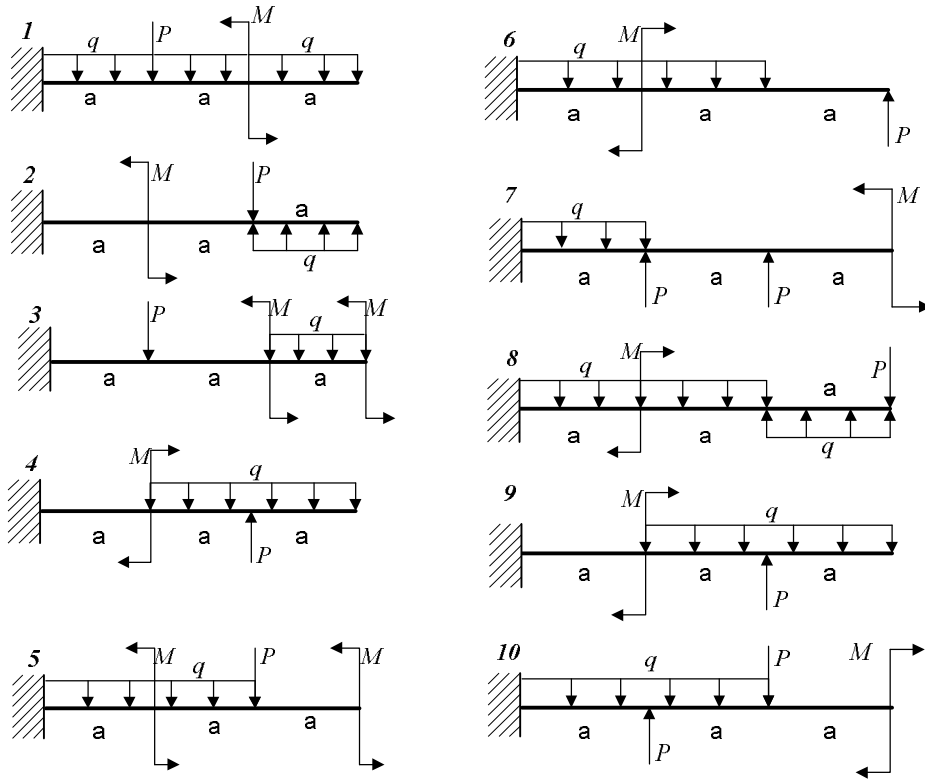

Рис.2. Схема балки.
- 2) Для балки (рис.2) подобрать рациональное сечение из условия прочности. Определить прогиб и угол поворота сечения на свободном конце балки, используя интеграл Мора и способ Верещагина для кольцевого сечения. Жесткость балки $E \cdot J_x = \text{const}$.